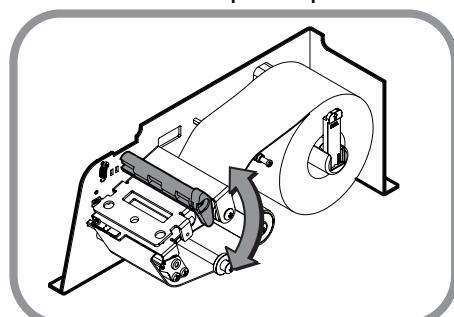

Рисунок 1.22 – Установка ленты этикеток для весов CL3000J
1. Установите переключатель, расположенный в нижней части весов, в положение «OFF» (0). Откройте боковую крышку отсека принтера. Затем откройте переднюю крышку отсека принтера, потянув ее за выступ в правой части.
3. Выполните нижеприведенные действия (см. рисунок 1.22), руководствуясь описанием и рисунками. При первой установке ленты другого типа может потребоваться регулирование ее положения по горизонтали. Регулирование осуществляется с помощью пластмассовых и резиновых шайб, установленных на направляющих валах путем их перемещения по осям вала.